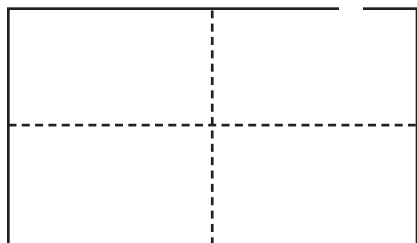

Fig. 1
1. Delinee toda el área que se instalará (Fig. 1).